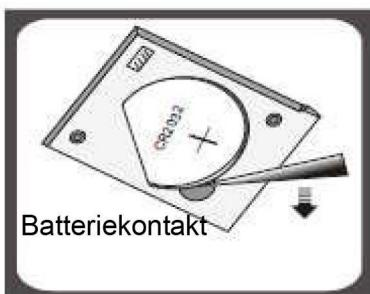

Abbildung 2
Zustand 2: Den Deckel des Batteriefachs auf der Rückseite der Waage öffnen, wenn das Batteriefach vom Typ wie in Abbildung 2 ist.
- Die verbrauchte Batterie mit Hilfe eines spitzen Gegenstands herausnehmen, wie in Abbildung 2 angezeigt.